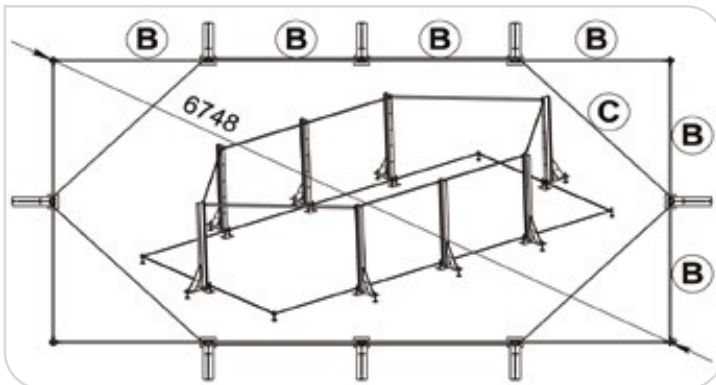

Figure 8 – La structure métallique - bassin 3 x 6
Après avoir correctement disposé la 1er couche de ferrailage (Figure 3) répartissez les poteaux métalliques nécessaires au montage de votre bassin (Figure 8) après les avoir pré-équipés de vérins (Figure 4). Ces poteaux sont reliés entre eux en partie basse par des plats verrouillés par 2 points (visserie sachet A).
- les diagonales du bassin prises à l'axe des vérins d'angles (*Figure 8*).